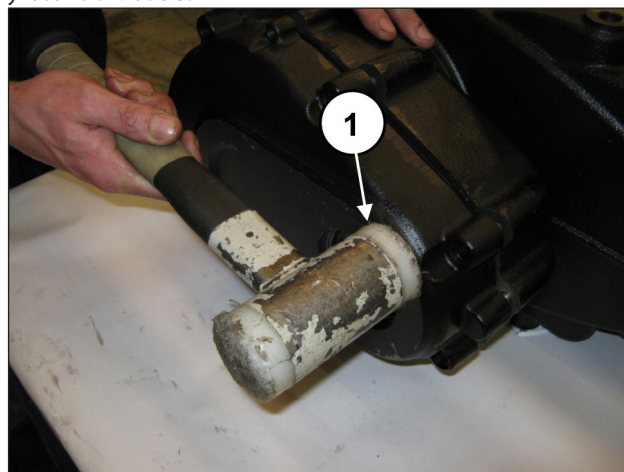
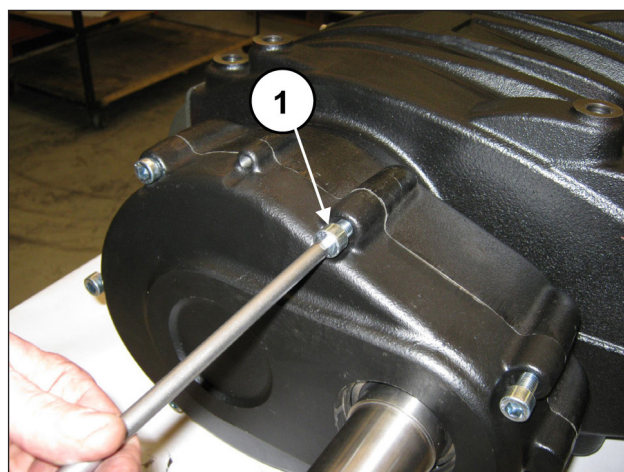

Рис. 89
Рис. 90
Установите крышку редуктора с помощью ударной массы (поз. ①, Рис. 89) и закрепите ее 7 винтами М10х40 (поз. ①, Рис. 90).